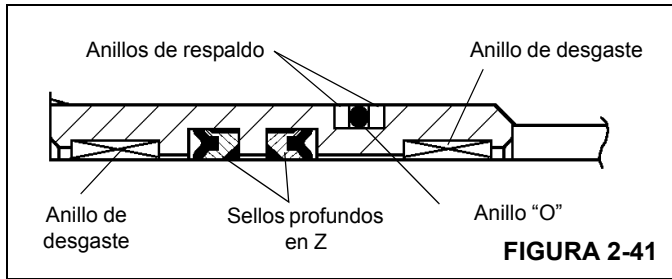

FIGURA 2-41
2. Instale el anillo "O" y anillos de respaldo en el exterior del retenedor de sellos y los sellos profundos en Z de varilla y anillos de desgaste en el interior del retenedor de sellos (vea la Figura 2-41).